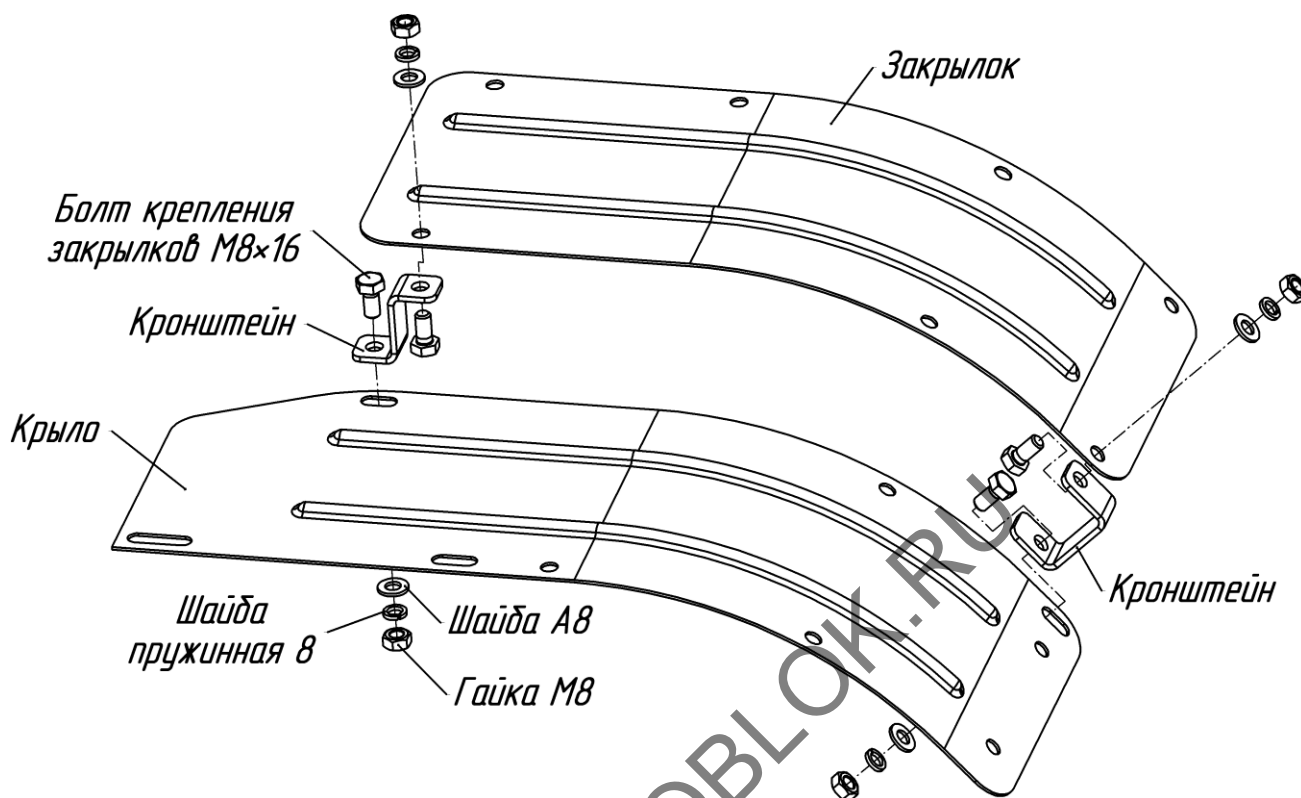

Рис.10 Схема крепления закрывков (дополнительных крыльев)
29. Защитные устройства и щитки должны быть установлены на соответствующие места и надежно закреплены с помощью исправного стандартного инструмента (рис.10).
10. При работе с фрезами-культиваторами необходимо установить закрывки (рис.10).